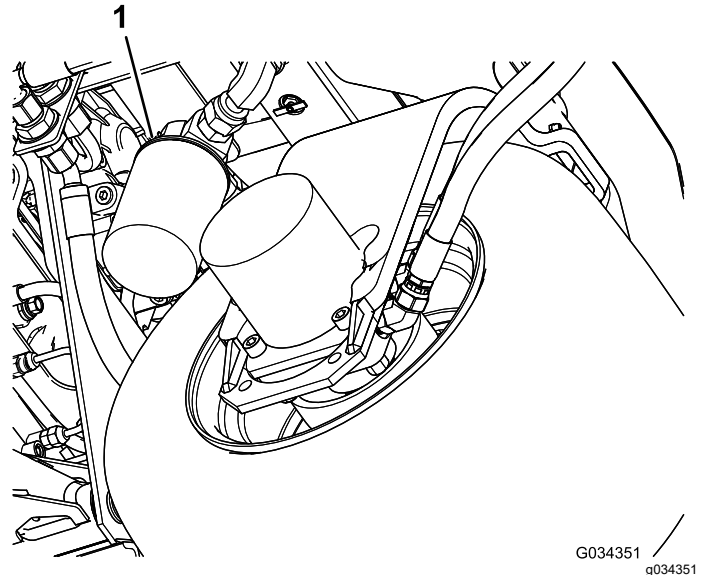

图 79
2. 清洁过滤器安装区周围的区域。在过滤器(图 79)下面放置一个放油盘并拆下过滤器。